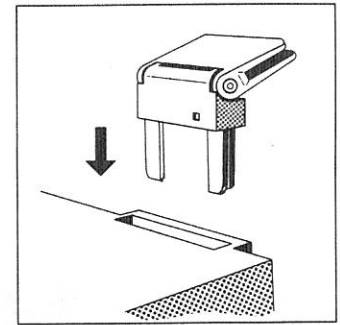

Fig. 3
- Scharniere **2** in die dafür vorgesehenen Aussparungen einstecken (Fig. 3).
- Insert the hinges **2** in the appropriate recesses (fig. 3).